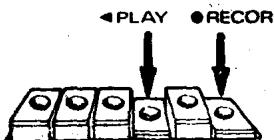

图 1-4
4. 把“RECORD”（录音）按钮和“PLAY”（放音）按钮一起按下去，录音机就开始录音了，见图 1-4。